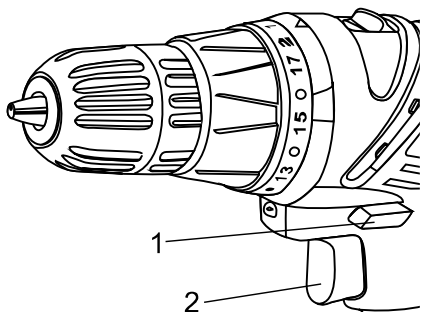

Рис. 5
Переключатель направления вращения (1) расположен над кнопкой включения (2) (Рис. 5). Для вращения по часовой стрелке переключите его влево, для вращения против часовой – вправо.